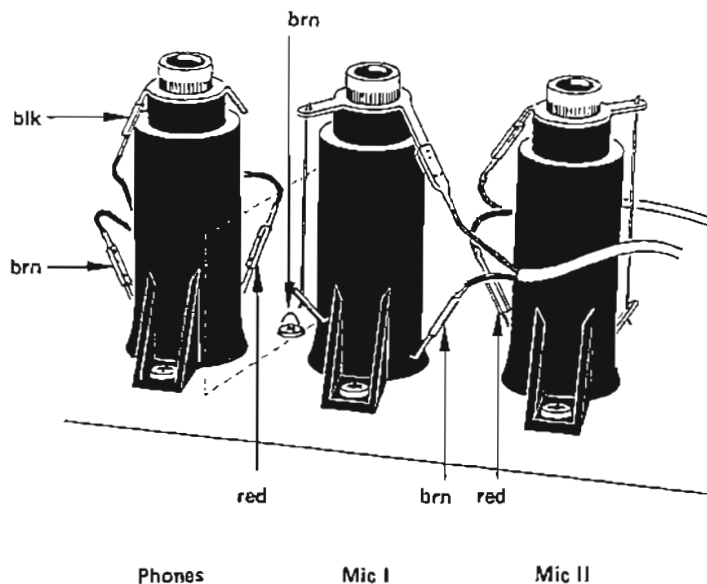

Bild 3.13.-18
- Steckverbindungen an den Jack-Buchsen lösen ( Bild 3.13.-18 ).